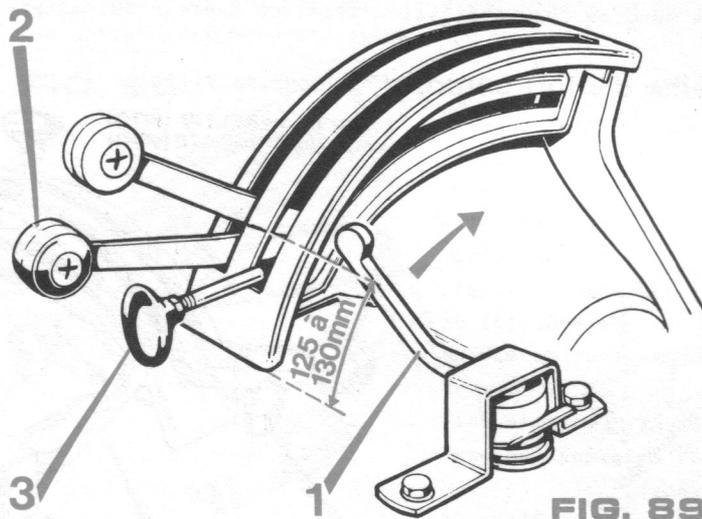

FIG. 89
**nota** Bien entendu si la cote (A) est supérieure à 12 mm, il convient d'augmenter la sensibilité en ajoutant des rondelles ou en serrant la vis à tête sphérique, mais en se souvenant que la cote (A) doit toujours être supérieure à (B).
- les manettes de position (2) et d'effort contrôlés (3) étant amenées tout en bas du secteur vers l'avant;(FIG. 89)
- la manette de sensibilité (1) étant tirée entièrement vers l'arrière en position SENSIBILITE MINIMALE (dans le cas des premiers modèles franchir le bossage de l'étrier);